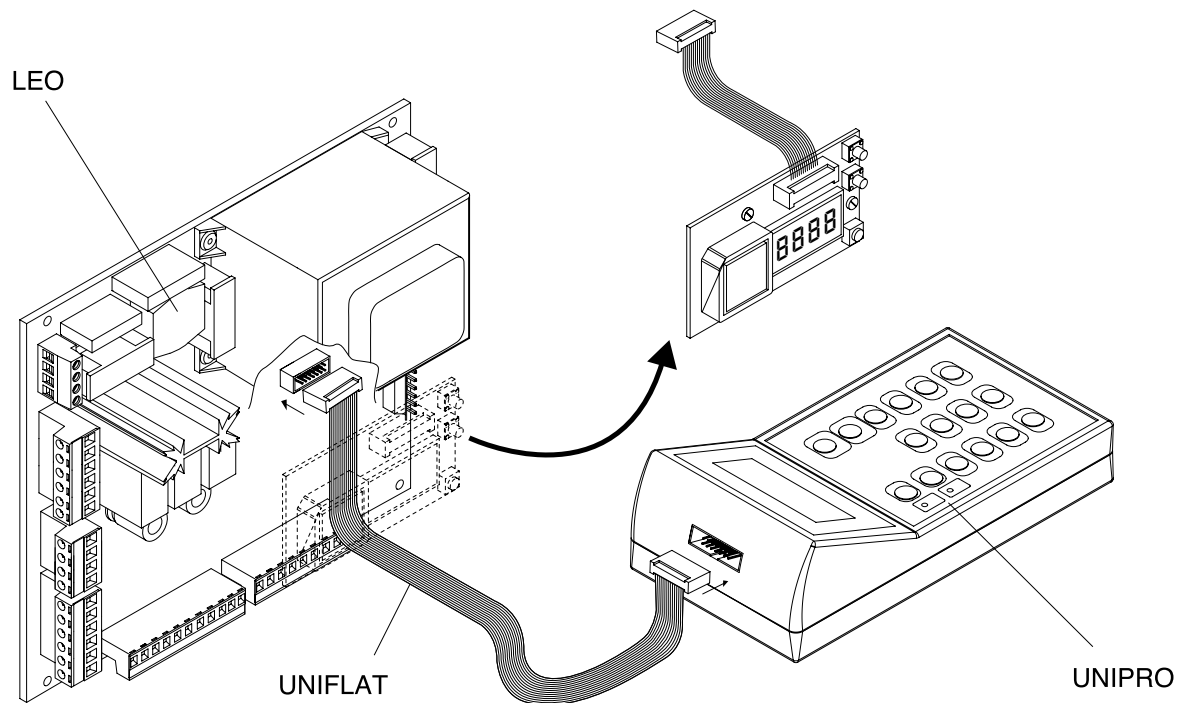

Fig. 5
ON En el caso de conexión centralizada cerrada a modo de anillo (Fig. 5), hay que configurar la central en ON.
OFF En el caso de conexión centralizada abierta (Fig. 5), hay que configurar la central en OFF.
7) CONEXION SERIAL (Fig. 5)
Siguiendo el esquema de la Fig. 5, hay que proceder a la conexión de todos los cuadros de mandos LEO, utilizando exclusivamente un cable doblado de tipo telefónico.
El cierre a modo de anillo de la conexión serial (indicado, con una línea punteada, en la Fig. 5) es necesario únicamente si se desea, mediante UNIPRO, verificar el n° de dispositivos conectados.